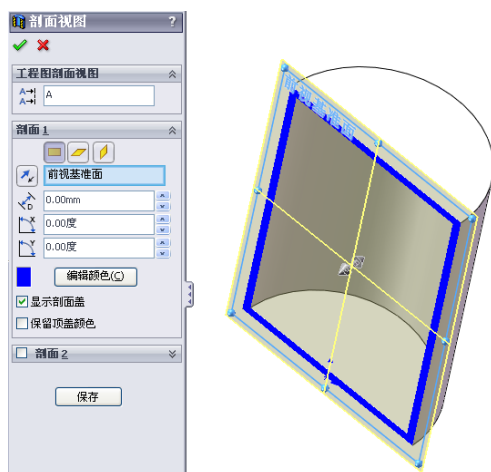

图 8-75 剖面视图
(5) 设置剖面图显示。在“前导”工具栏中单击（剖面视图）按钮，显示模型剖面视图，如图 8-75 所示，单击（确定）按钮，退出剖面视图。